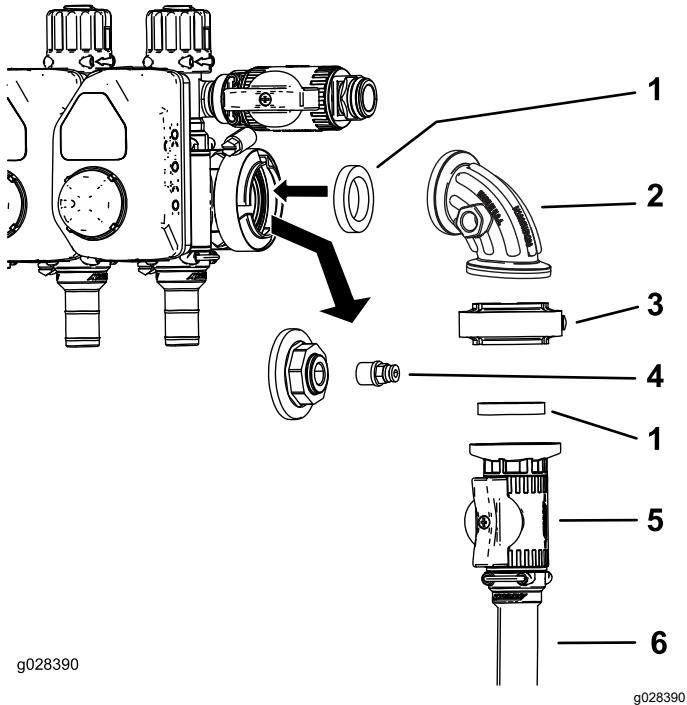
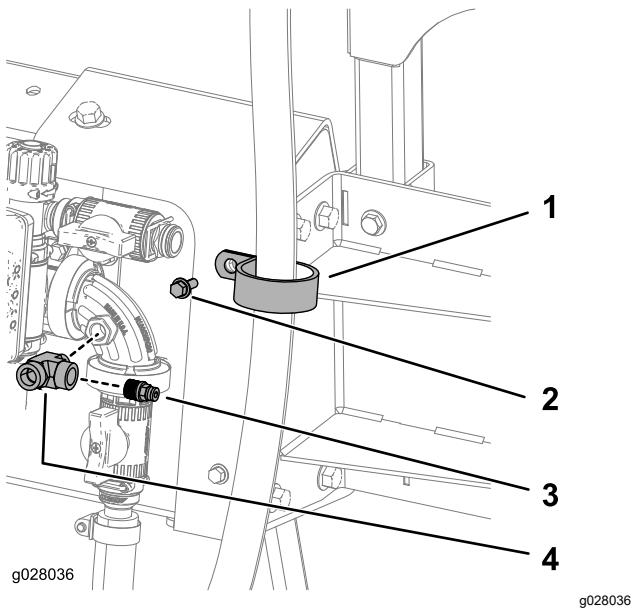

Figura 24
Figura 37
- Desligue o tampão e acoplador da porta do indicador de pressão (Figura 24).
- Instale o conjunto da válvula de controlo como se mostra na Figura 24.
- Instale o acoplador na porta aberta no cotovelo de 90° (Figura 24 e Figura 37).
- Ligue o tubo de alimentação do cilindro de tubagem à válvula de controlo utilizando uma braçadeira de tubos (Figura 24).
1. Prenda o tubo de 180 cm no suporte superior utilizando um grampo em R, 1 parafuso ($\frac{1}{4}$ "-20 x $\frac{3}{4}$ pol.) e 1 porca ($\frac{1}{4}$ "-20) como se mostra na Figura 37.
2. Aplique vedante PTFE nas roscas da união em T e ligue a união em T à válvula de controlo (Figura 37).
3. Aplique vedante PTFE nas roscas do acoplador e ligue o acoplador à união em T (Figura 37).